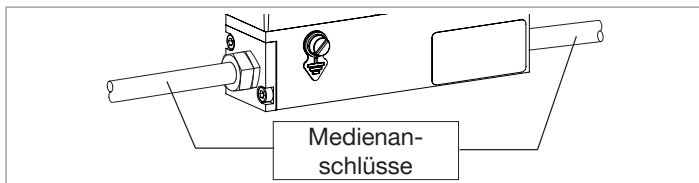

Abb. 24: Medienanschlüsse, zum Beispiel Gewindeanschlüsse
- Die Medienanschlüsse trennen. Siehe Abb. 24.